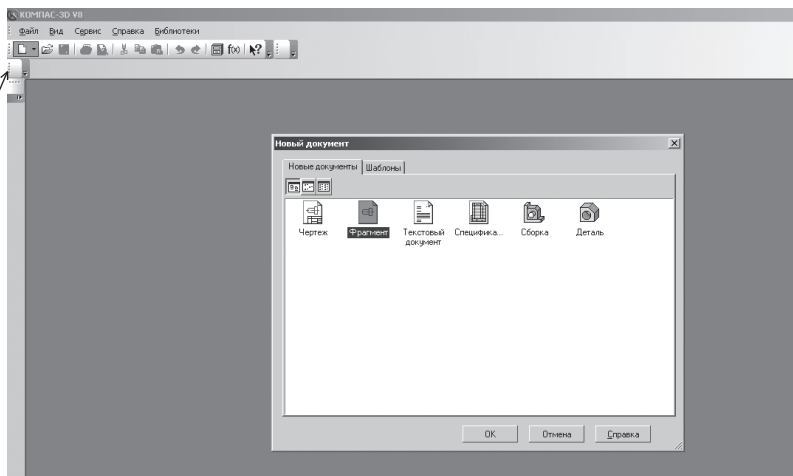
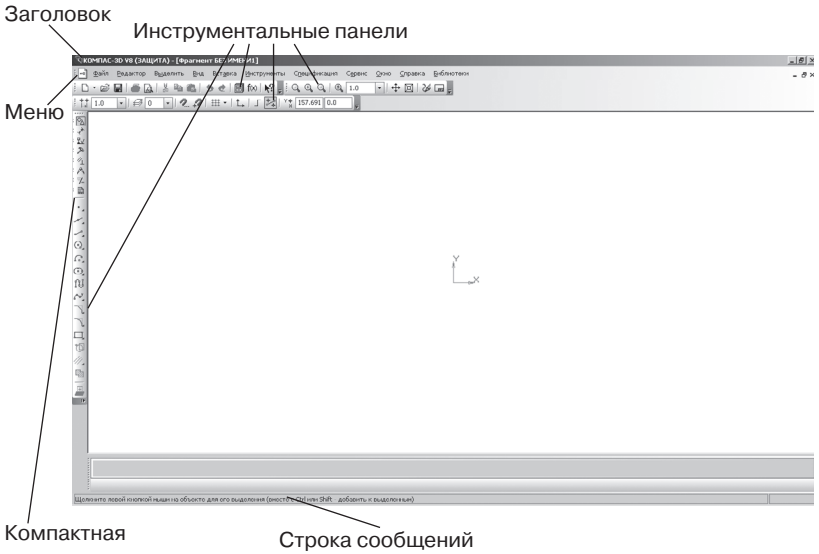

Рис. 8. Выбор типа создаваемого документа
Рис. 9. Окно документа
**Создать** (рис. 8).
Выберите тип документа **Фрагмент** (рис. 8). Вспомогательный тип графического документа КОМПАС-3D отличается отсутствием объектов оформления конструкторского документа (рамки, основной надписи) – рис. 9. Он используется для хранения изображений, которые не нужно оформлять как отдельный лист (эскизные прописки, разработки т.д.).